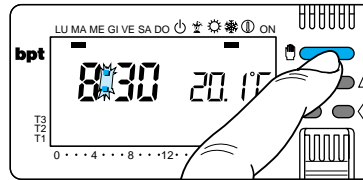

Fig. 72
15.2 - Mediante il pulsante  predisporre l'apparecchio in funzionamento MANUALE (fig.72).